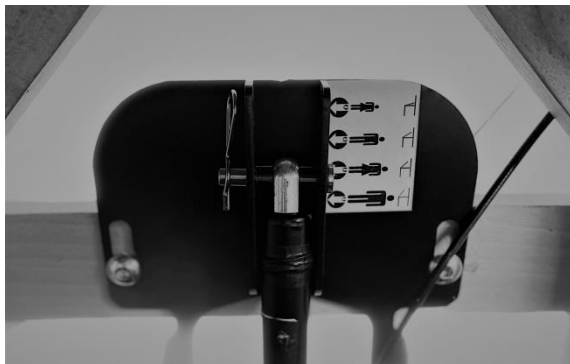

Abb. 6
- ☞ Stellen Sie als nächstes, nun wieder im unteren Teil des Stuhlrahmens die Neigung des Sitzes für Sie ein, indem sie den Bolzen in ein vermeintlich zu Ihrer Körpergröße passendes Positionsloch stecken. Sichern Sie den Bolzen abschließend mit dem Sicherheitsspint. (Tipp - beginnen Sie mit der niedrigsten Neigung) (Abb. 6,7)